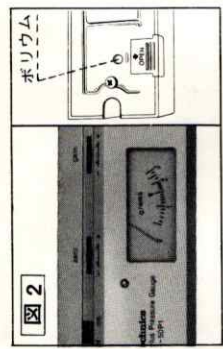

図2
2. ゼロ調整(zero)つまみを「+」か「-」方向にまわして指針を「0」に合わせます。(図2)
万一ゼロ調整(zero)つまみをまわしても指針が「0」にならない場合は、ゼロ調整(zero)つまみとゲイン調整(gain)つまみを「+」側に最後までまわし、針圧計底部のポリウム(図2)をドライババーで時計方向か反時計方向にまわして指針が「2.5~3」の間に入るように調整します。